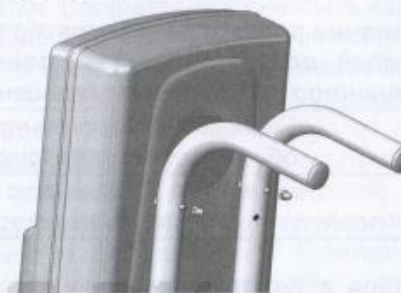

Рис.2
- 7.6. Рециркулятор «ДЕЗАР-КРОНТ»-802п установить на предварительно собранную передвижную опору: продеть выступающие из корпуса винты М4 сквозь стойки опоры через ответные отверстия и затянуть колпачковые гайки М4 (рис.2). Схема сборки передвижной опоры представлена в Приложении 2.